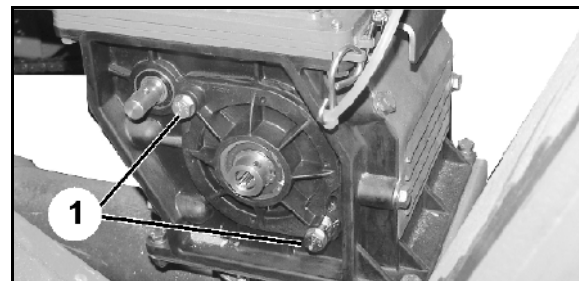

Рис. 79
6. Ослабьте два болта (Рис. 79/1).